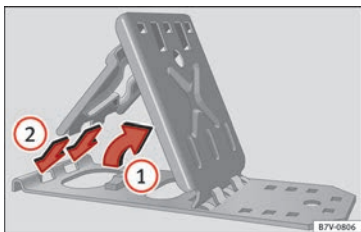

Abb. 101 Klappkeile ausklappen.
- Stützplatte anheben »» **Abb. 101** ①.
- Beide „Nasen“ der Fixierungsplatte ganz in die Langlöcher der Stützplatte stecken ②.